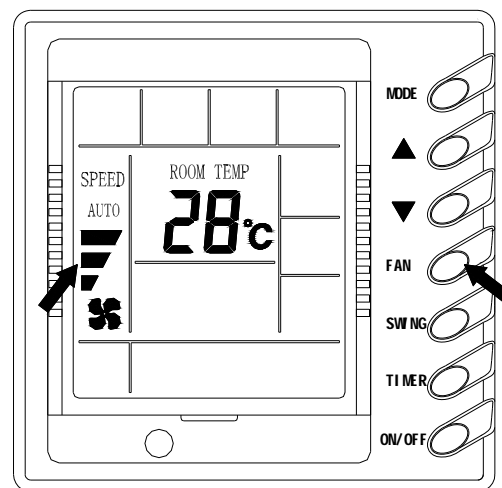

Рис. 6
4) Изменение скорости вентилятора (Рис. 6)